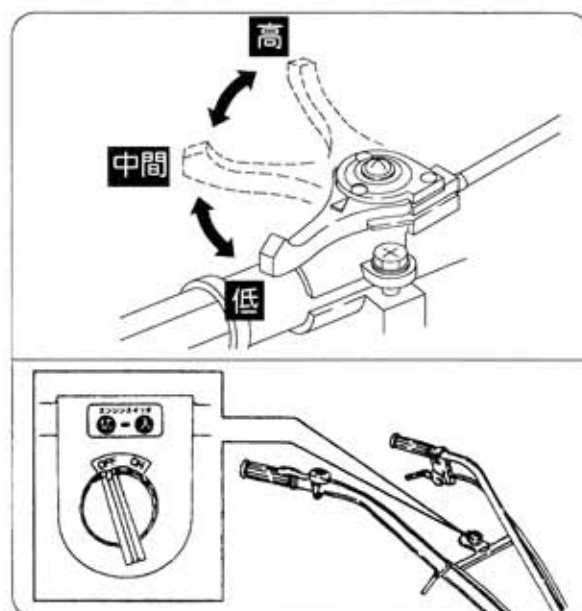

図28
- 1) エンジン停止の際は、スロットルレバーを「低速」に戻し、停止スイッチを「切」にしてください。(図28)